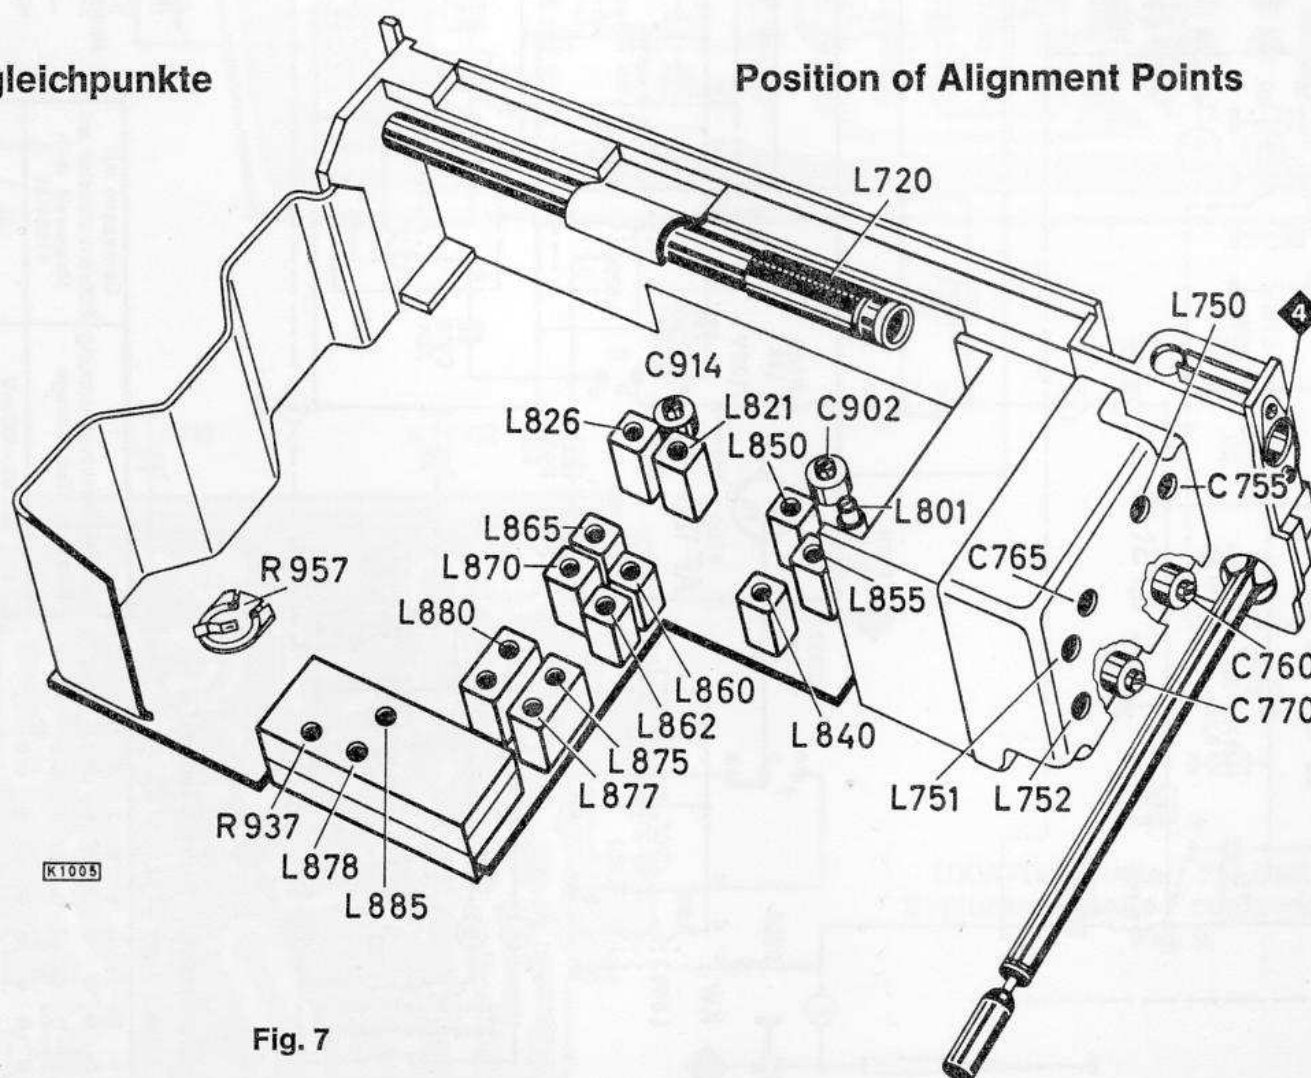

Fig. 7
- 5.3 Approx. 1 minute after switching on set, set zero signal current via adjuster R 957 to 4 mA + 20 - 10 % at an operating voltage of 9 V, see fig. 7.
|   |   |                 |                      | Oszillator Oscillator  | Vorkreis Pre. circ.      | bei M im homogenen Feld on M in homogeneous fieldbei K über 10 pF ab <4> Fig. 7on K via 10 pF from <4> fig. 7                                      |  |
| K   | Antenne/antenna <4> Fig. 7über/via 10 pF              | 6,25            | 6,25                 | L 821  | 3) L 801      | ca./approx. 12 µV  |  |
|   | über 60 Ω Kabel via 60 Ω cable                            |                 |                      | Oszillator Oscillator  | Zwischenkreis Int. circ. | ab Antennenschluß <4> from antenna connection <4> Fig. 7   |  |
| U   | Antenne/antenna <4> Fig. 7                                | 102             | 88                   | L 751  | L 750                    | ca./approx. 3 µV   |  |
1) Ein AM-Signal, 400 Hz, 30 % moduliert, soll eine Ratiospannung von 1,0 V erzeugen. Dann mit R 937 ein Spannungsminimum am Outputmeter einstellen, Fig. 7.
1) An AM signal, 400 cs, 30 % modulated, must produce a ratio voltage of 1.0 V. Adjust a voltage minimum at the outputmeter by means of R 937, see fig. 7.